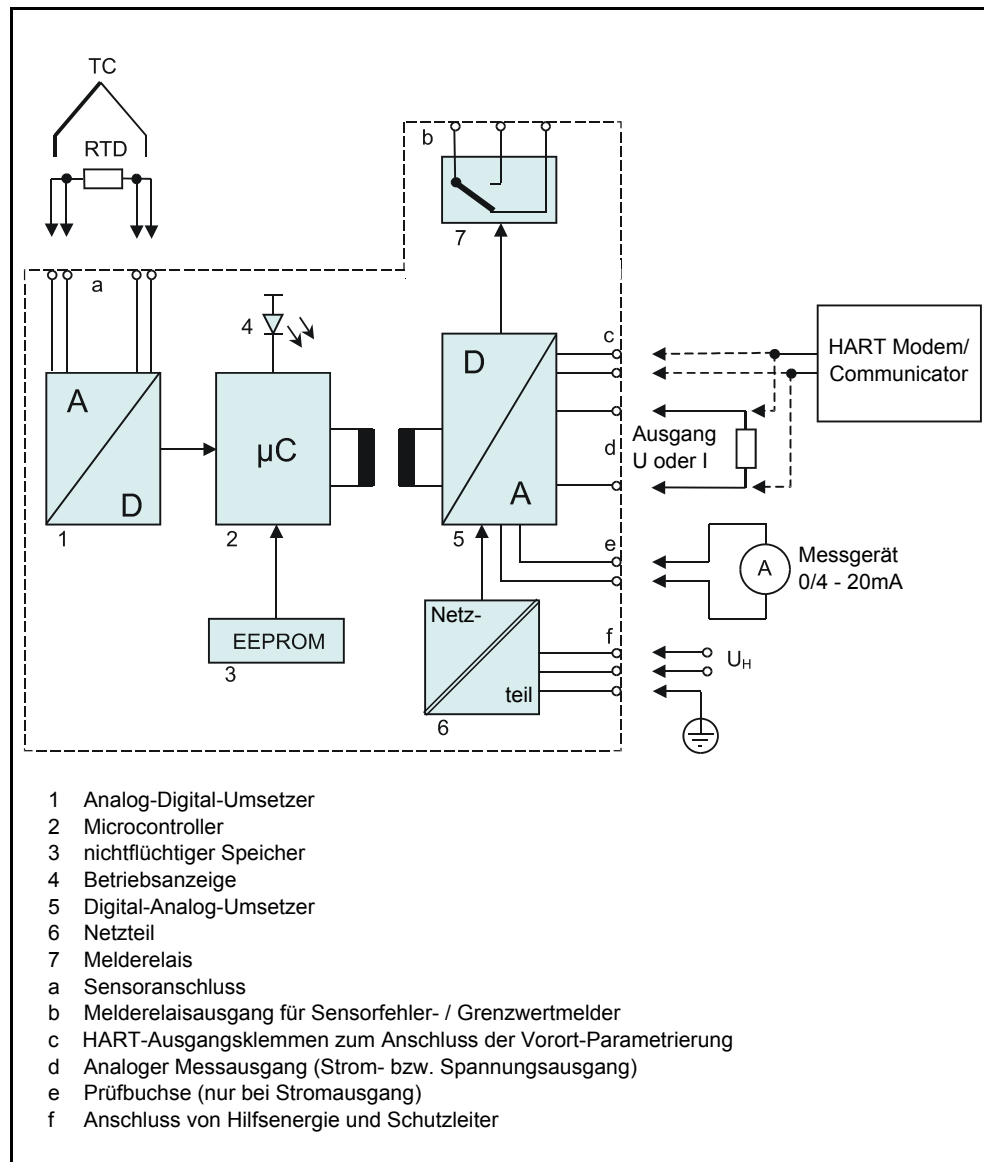

Bild 5 Blockschaltbild Messumformer SITRANS TW, 4-Leiter-Tragschienenengerät
Das von einem Widerstandsgeber (Zwei-, Drei-, Vierleiterschaltung), Spannungsgeber, Stromgeber oder Thermoelement gelieferte Messsignal wird in einem Analog-Digital-Umsetzer (1, Bild 5, Seite 12) in ein digitales Signal umgewandelt. Dieses wird in einem Microcontroller (2) ausgewertet, entsprechend der Sensorkennlinie korrigiert und in einem Digital-Analog-Umsetzer (5) in einen Ausgangsstrom (0/4 ... 20mA) oder in eine Ausgangsspannung (0/2 ... 10V) umgewandelt. Die Sensorkennlinien sowie die zur Parametrierung des Messumformers notwendigen Daten sind in einem nichtflüchtigen Speicher (3) hinterlegt.